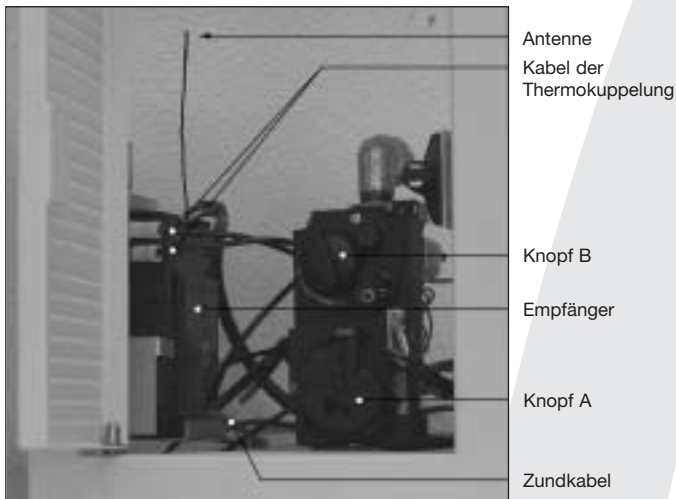

Abb. 29
Der Empfänger befindet sich im Schaltkasten (siehe Abb. 29).
- Den Empfänger wie in Abb. 29 dargestellt einbauen.
- Die Antenne des Empfängers nicht zu nah am Zündkabel beziehungsweise Metallteilen montieren: sorgen Sie dafür, dass die Antenne nach oben zeigt (die richtige Position entnehmen Sie bitte Abb. 29);